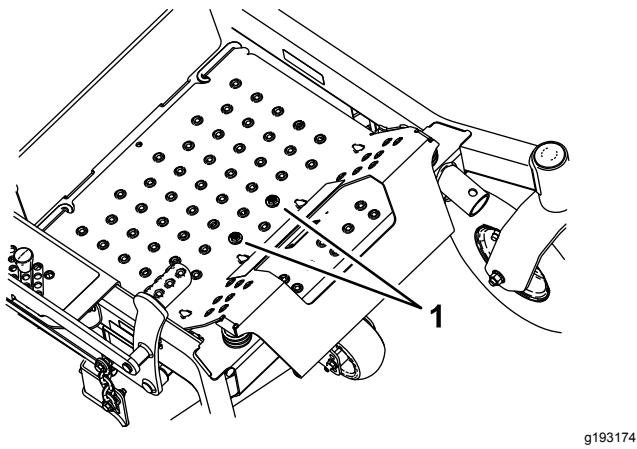

Figura 39
1. Retire la chapa de suelo y los pernos que están sujetos a ella (Figura 39).